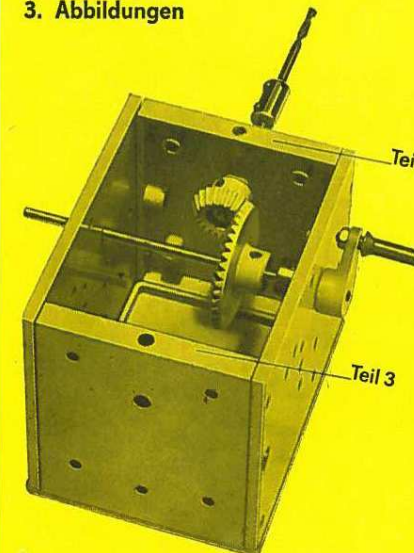

Bild 16
- 4.1. Montiere nach Bild 16 das Maschinengehäuse!